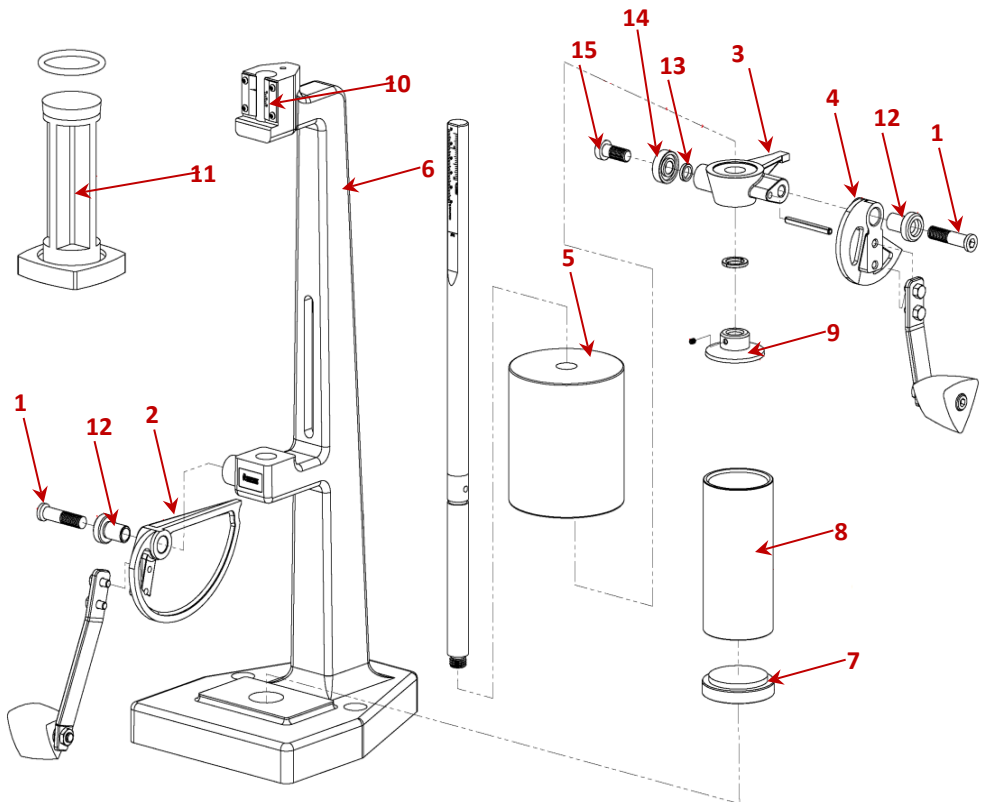

Figure 10 : Explosion isométrique
- Contrôlez régulièrement le tube à éprouvette (Figure 10, N°8) à la recherche de traces de rouille et/ou de piqûres. Il doit être légèrement lubrifié à chaque utilisation. Un tube à éprouvette sec, rouillé ou piqué entraînera une perte d'énergie de compactage contre la surface interne du tube à cause de la friction. L'éprouvette de sable finale sera alors moins compacte et non conforme aux spécifications.
Il est possible que la hauteur de chute se situe parfois en-dessous de la norme. Il s'agit généralement d'un signe d'usure qui nécessitera le remplacement des pièces concernées, à savoir : la came principale (Figure 10, N°4) et sa bague correspondante (Figure 10, N°12).